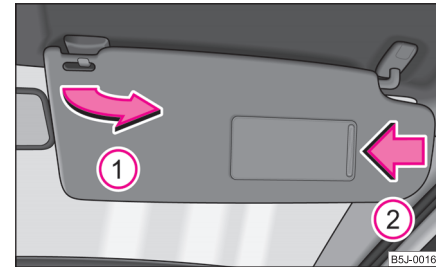

Abb. 43 Sonnenblende: Ausschwenken
Die Sonnenblende für den Fahrer bzw. Beifahrer können Sie aus der Halterung herausziehen und zur Tür in Pfeilrichtung ① ⇒ Abb. 43 schwenken.